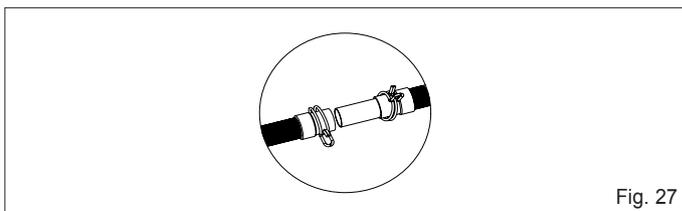

Fig. 27
- Collegare il tubo scarico condensa proveniente dalla caldaia al rispettivo proveniente dal modulo e bloccare con le fascette stringi tubo (fig. 27)